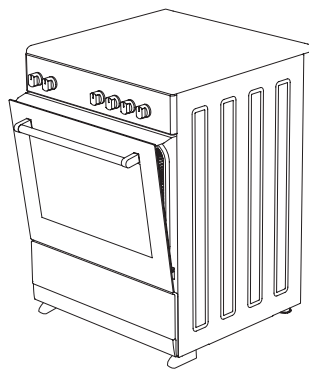

Рис. 8
4. Затем закрепите защитную панель между духовкой и передней крышкой, осторожно закрыв крышку. (рисунок 8)